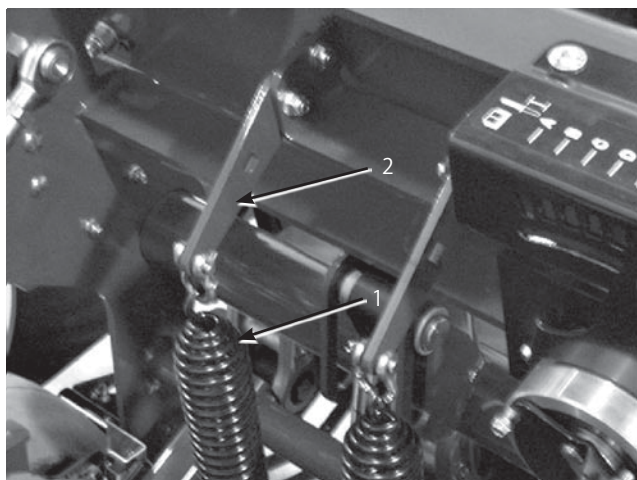

図37
1. スプリング・ブラケットをコアリング・ヘッドに固定しているキャリッジボルトのナットをゆるめる。取り外さないこと (図37)。